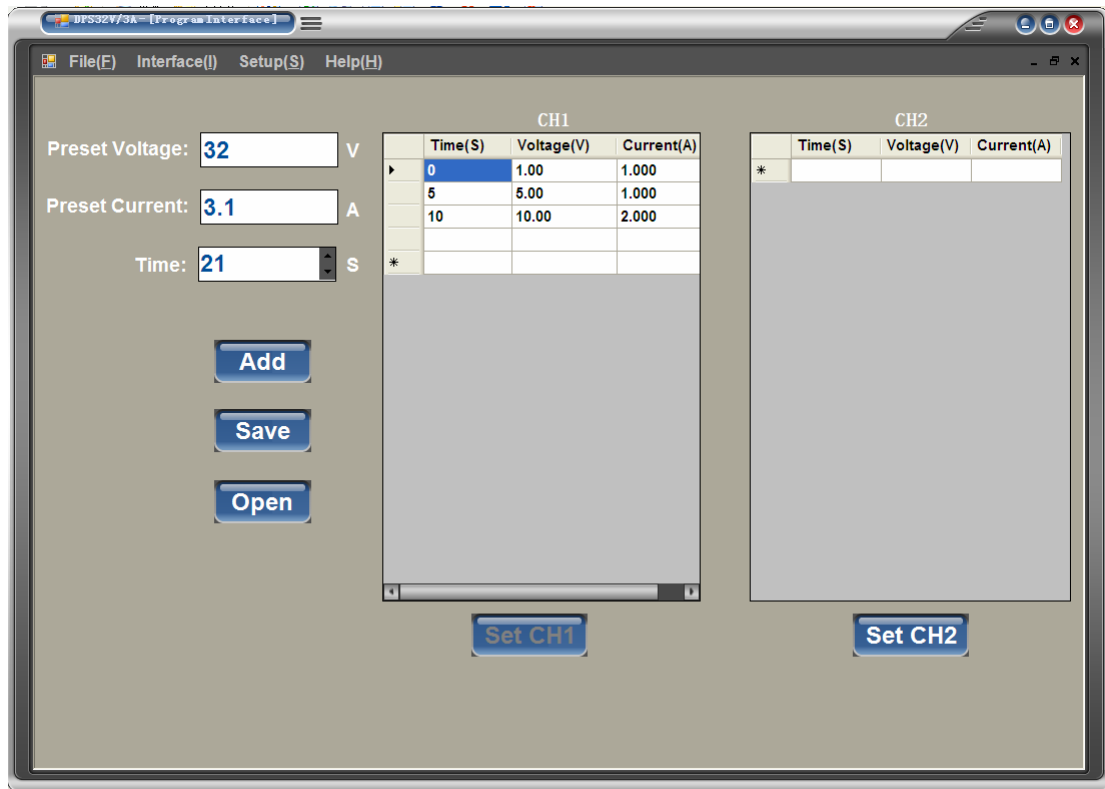

图 47
- 单击 Open 按钮打开一个一编程文件,如图 47—48 所示;